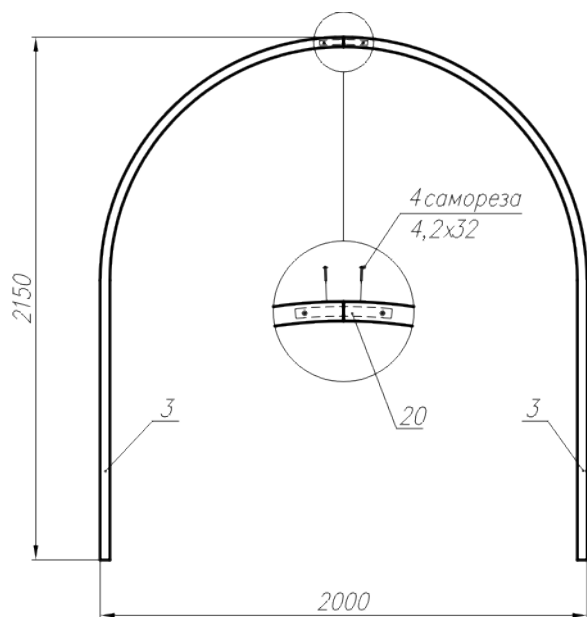
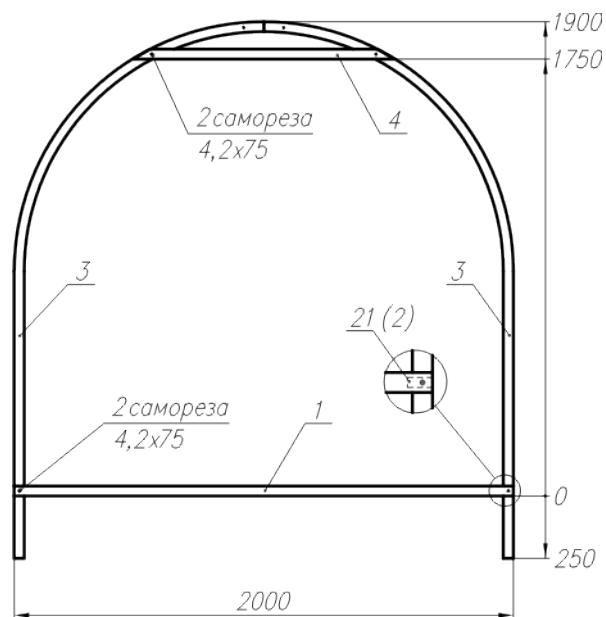
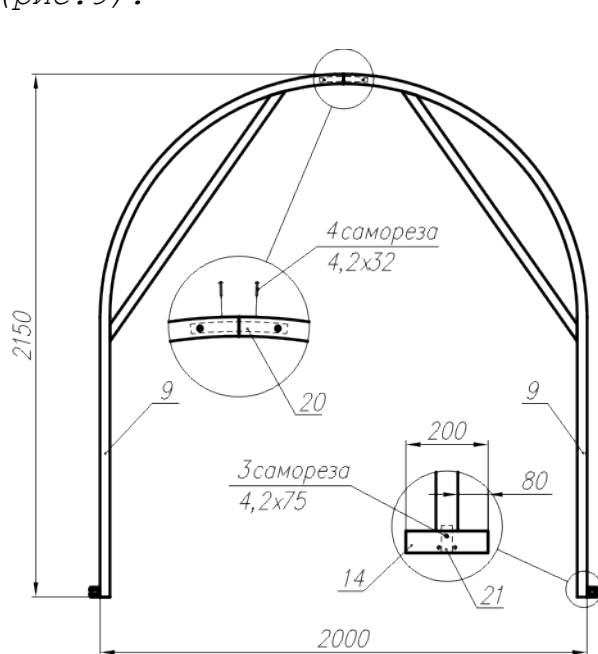

Рис. 8
Рис. 9
Рис. 10
4.2. Соберите четыре дуги каркаса - две торцевые и две внутренние согласно *рис.8*, *рис.9*, *рис.10*. Для этого расположите их в горизонтальном положении на ровной площадке.
4.2.1. Вставьте внутрь профилей полудуг 3 и 9 соединители полудуг 20, состыкуйте полудуги и зафиксируйте их саморезами 32мм, как показано на *рис.8*, *рис.10*.
4.2.2. Вставьте усилительные элементы 21 внутрь профилей нижних стяжек 1 и присоедините нижние стяжки к двум торцевым дугам саморезами 75 мм согласно *рис.9*.
4.2.3. Присоедините верхние стяжки 4 к двум торцевым дугам (*рис.9*).